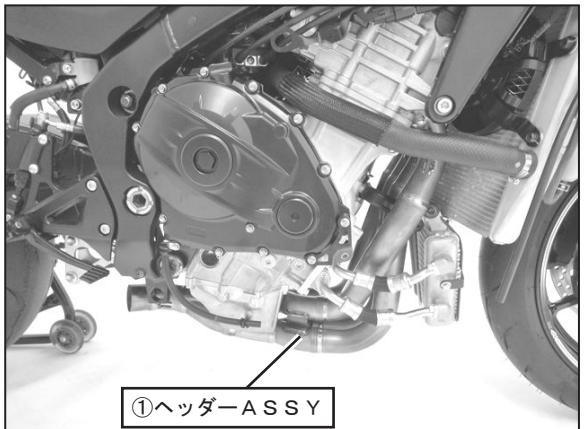

FIG. 3
7. ①ヘッダーASSYを手順6で取り付けた⑦口金ジョイントに奥までしっかりと差し込み、排気漏れがないように、フランジ部のボルトを規定トルクで均等に締め付けます。次に、⑨穴あきキャップボルトM8×25と①ヘッダーASSYに⑩マフラーープリング(フローティング)を取り付けて下さい。(FIG. 3, 4参照)